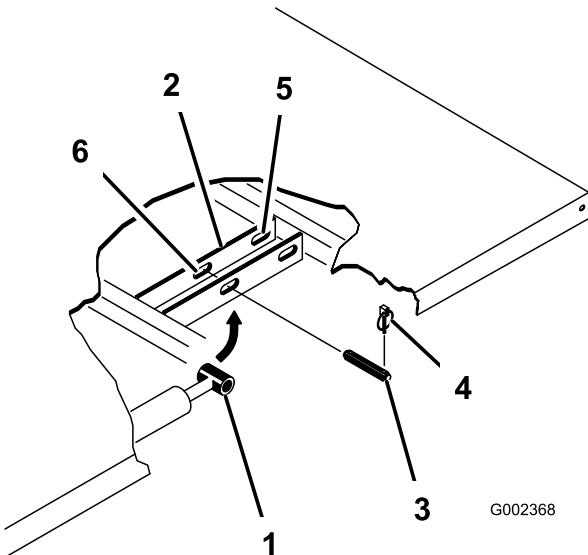

Figure 22
3. Retirez les goupilles à anneau aux extrémités extérieures des axes des tiges de vérins (Figure 22).
4. Retirez les axes de chape qui fixent les extrémités des tiges de vérins aux plaques de montage du plateau en les poussant vers l'intérieur (Figure 22).
5. Retirez les goupilles à anneau et les axes de chape qui fixent les supports de pivot aux profilés du cadre (Figure 22).